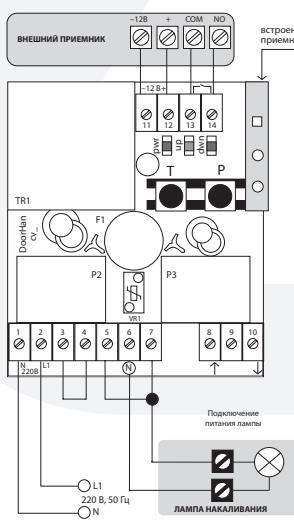

Рис. 1. Пример схемы подключения освещения и внешнего радиоуправления к DoorHan CV01
3. Выполните электрическое подключение согласно схеме (рис. 1, 2, 3).
Назначение контактов (рис. 1, 2):